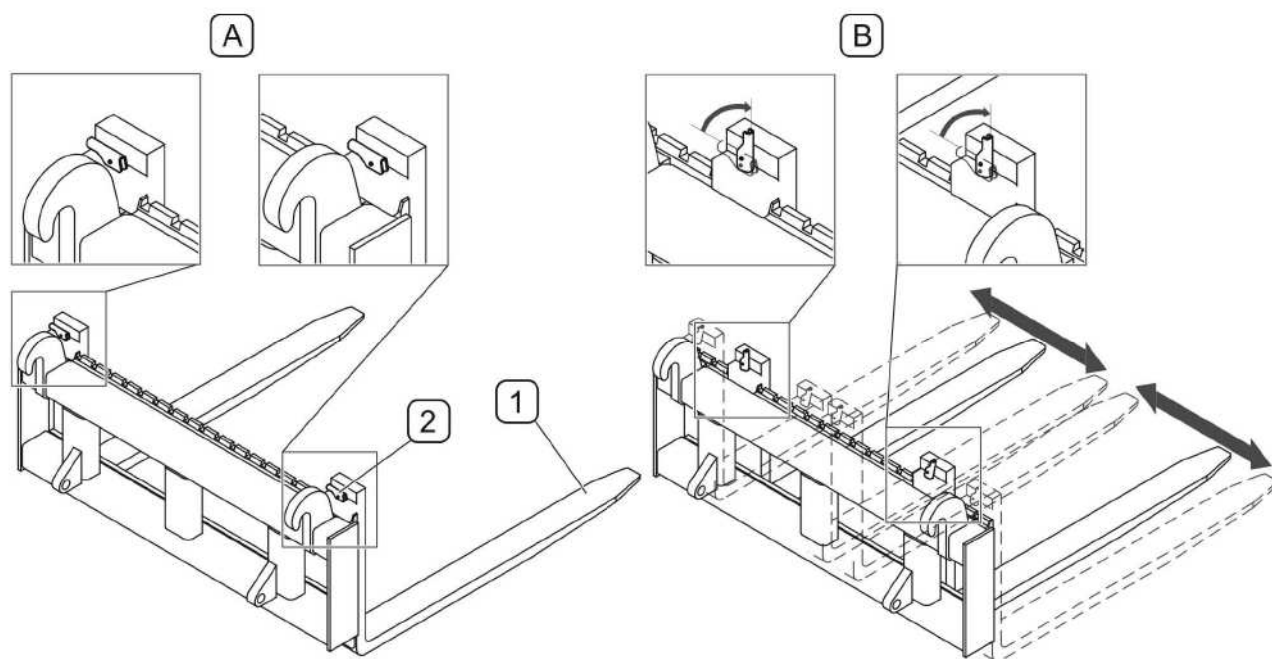

РИСУНОК 4.1 А Изменение расстояния между лапами вил
- установить блокировочный рычажок вертикально (положение, РИСУНОК 4.1 А);
- закрыть блокировочный рычажок, т.е. перевести в горизонтальное положение (положение А, РИСУНОК 4.1 А). Если блокировочный рычажок не защелкивается, нужно осторожно слегка подвигать лапами влево-вправо, пока рычажок не защелкнется;